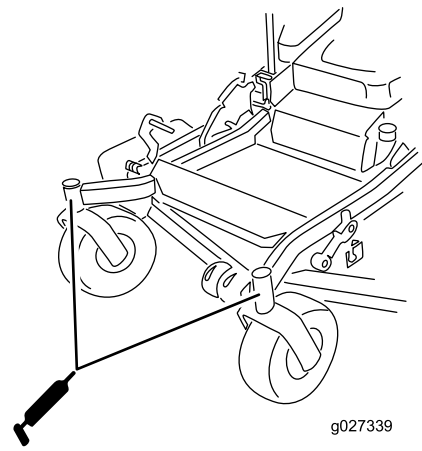

Figure 46
7. Graissez les roulements des roues pivotantes (Figure 46).
6. Remettez le bouchon hexagonal et le capuchon antipoussière en place (Figure 46).